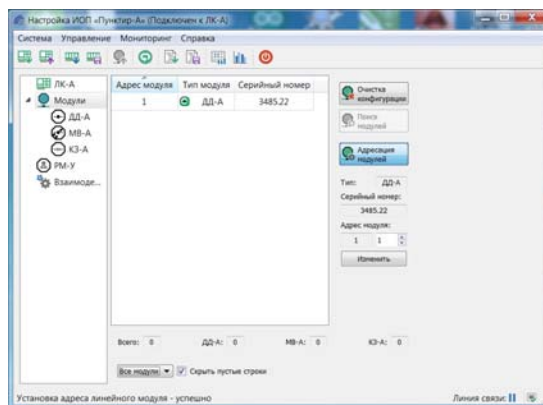

Рисунок 8. Присвоение адресов
- Нажать кнопку «Изменить» для присвоения модулю нового адреса. В СПО ПН "Пунктир-А" информация по модулю отобразится в таблице (рисунок 8).